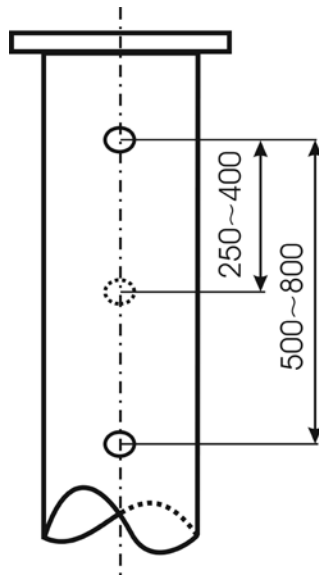

Рис.7.1. Расположение отверстий в направляющей трубе.
5. Для поступления продукта внутрь трубы, по всей её длине, на диаметрально противоположных сторонах прodelываются одинаковые отверстия (рис.7.1.) с шагом 250÷400мм. Диаметр отверстий и шаг выбирается в зависимости от внутреннего диаметра трубы. Так, например, для трубы диаметром 80мм шаг должен быть равен 400мм, а диаметр отверстий не более 10мм; для трубы диаметром 200мм, шаг должен быть 250мм, а диаметр не более 20мм.